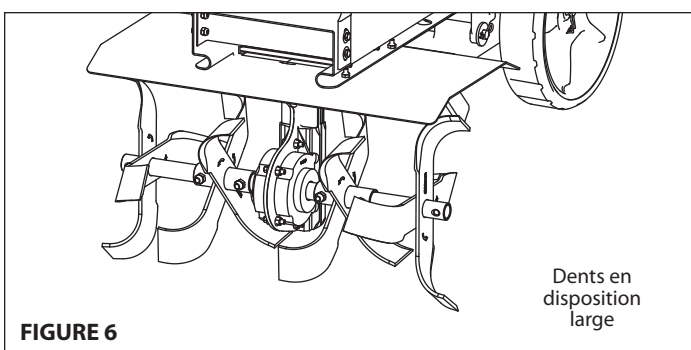

FIGURE 6
- Pour obtenir la configuration large, mettre la fraise gauche sur le côté droit et la fraise droite sur le côté gauche. Placer le côté long du tube de fraise vers l'intérieur de la machine, en s'assurant que la flèche sur la fraise pointe dans le sens de rotation en marche avant. **VOIR FIGURE 6**